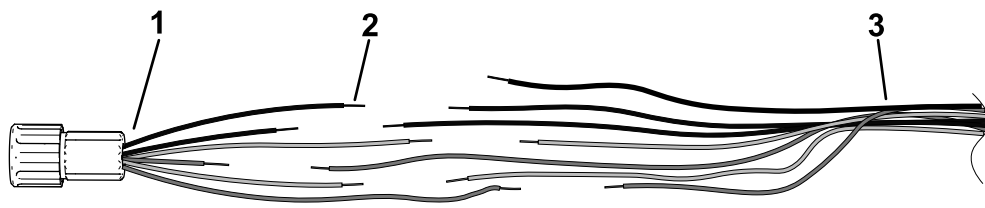

図 5
2. 結線部が同じ場所に集中しないようにするため、ハーネスの電線を少しずらして切る 図 5を参照。
3. 新しいアダプタの電線を適切な長さにカットする 図 5。
4. アダプタの電線 6 線とハーネスの電線 7 本から絶縁被覆をそれぞれ約 9.5 mm ずつ剥く 図 5。